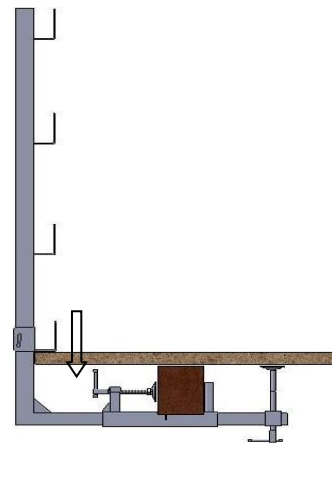

fig. 9
- Portare la staffa ad "L" scorrevole nella posizione più aderente possibile alla superficie di lavoro e bloccarla (vedi fig. 9 a pag. 9);